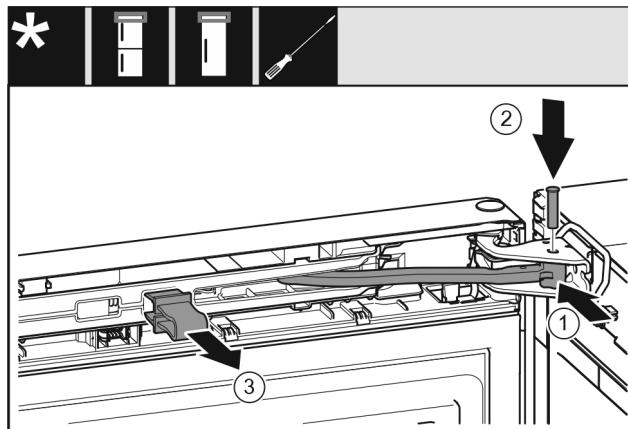

Fig. 30
- ▶ Поверните шарнир Fig. 30 (1) в опорном кронштейне.
- ▶ Вставьте палец Fig. 30 (2) в опорный кронштейн и шарнир. При этом проследите за тем, чтобы выступ фиксатора занимал правильное положение в пазу.
- ▶ Снимите предохранитель Fig. 30 (3).